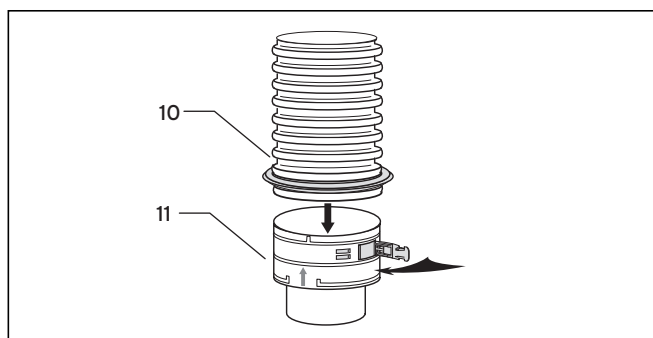

Рис. 6.44 Вставной элемент с гибким выпускным газопроводом
- Поступайте так же, как и при монтаже вставного элемента (см. рис. 6.44).